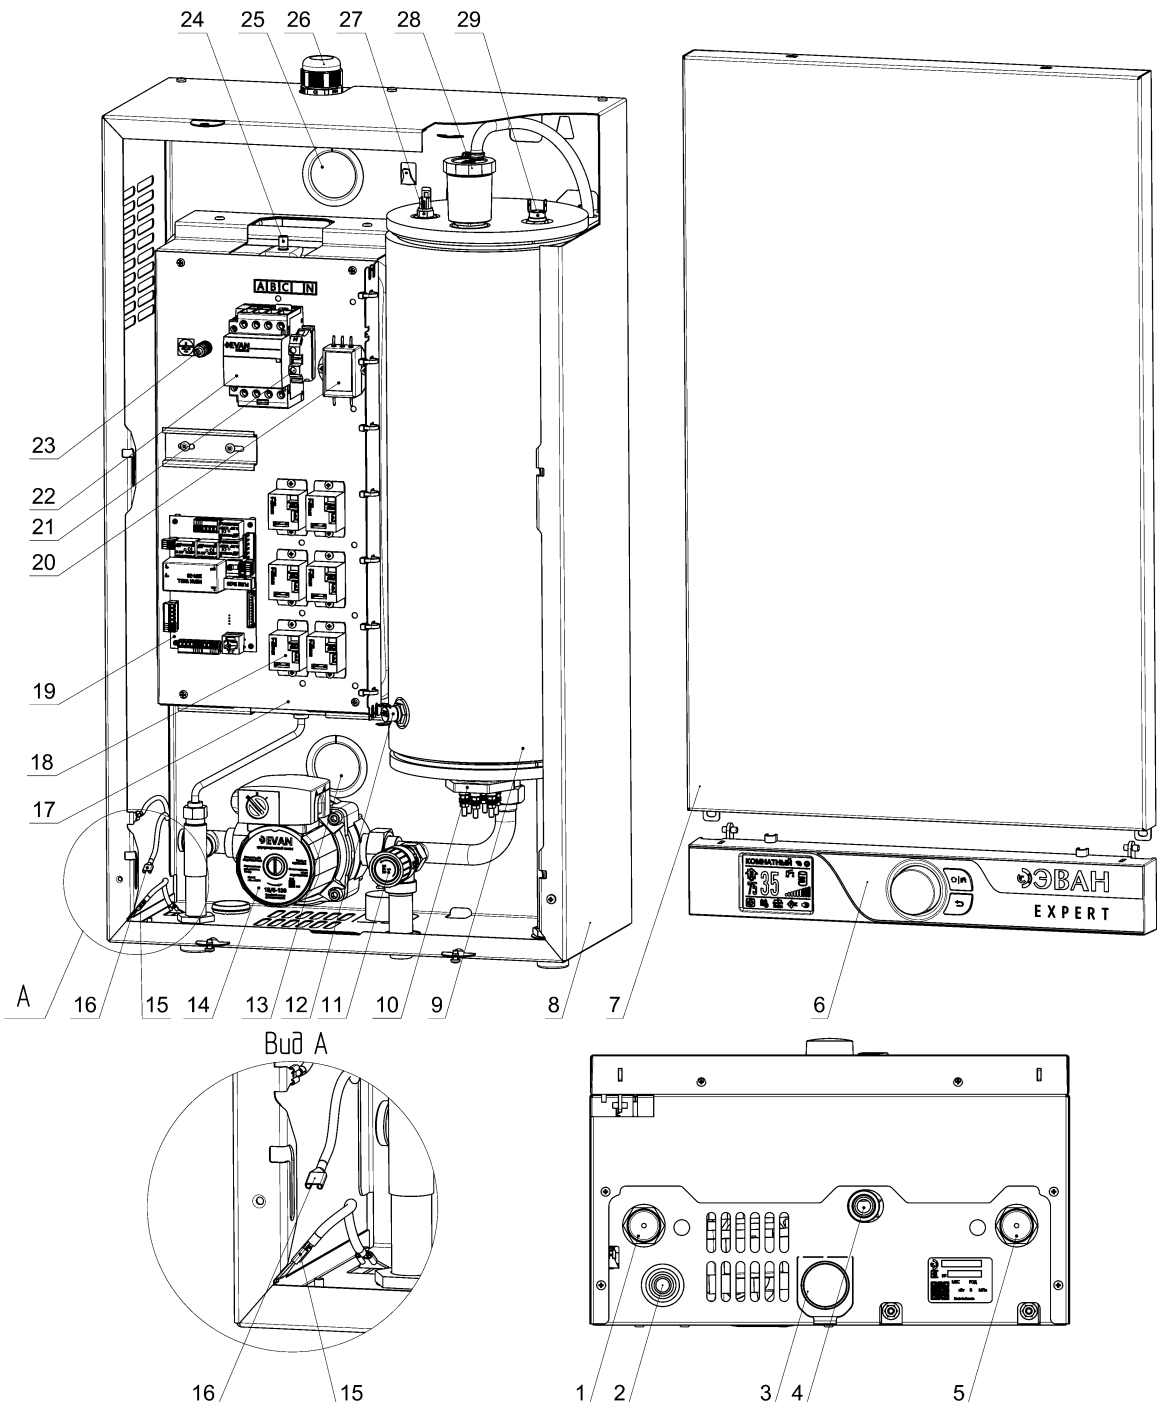
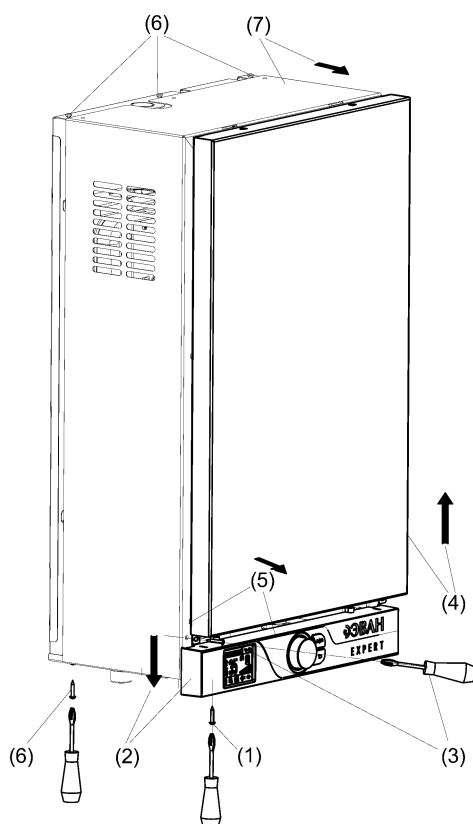

Рисунок 2. Общий вид котла
Рисунок 5.
(1) Проверьте прочность стены (вертикального основания) на которую планируется установка котла. При необходимости выполните усиление стены.
(2) Выполните разметку отверстий в стене под крепление закладной. Для удобства используйте разметочный шаблон. Закладная и разметочный шаблон входят в комплект поставки.
(3) Просверлите отверстия в основании, на которое планируется крепить закладную.
(4) Установите и закрепите закладную.
(5) Снимите лицевую панель (см. рис. 5).
(6) Установите котёл на закладную.
(7) Выполните подвод электрокабелей к отверстиям для электромонтажа в корпусе котла, подробная информация и требования к электромонтажу приведены в разделе 6.
(8) Установите лицевую панель на штатное место (см. рис. 5).
5.2.1 Присоедините к патрубку подачи (рис.2, поз.5) трубопровод подачи теплоносителя. Наружная резьба патрубка подачи G 3/4.
5.2.2 Присоедините к патрубку возврата (рис.2, поз.1) трубопровод возврата теплоносителя. Наружная резьба патрубка возврата G 3/4.
- (1) Выверните два винта с нижнего торца блока управления (см. рис. 5).
- (2) Сместите блок управления вниз (примерно на 20 мм).
- (3) Выверните два винта с нижней части панели лицевой.
- (4) Поднимите панель лицевую вверх и уберите в безопасное место.
**Перед установкой панели лицевой необходимо выполнить её заземление: соединить провод заземления (рис.2, поз.16) с предусмотренным на панели лицевой разъёмом.**
- (5) Установка панели на штатное место производится в обратном порядке.
Для снятия кожуха при выполнении технического обслуживания и ремонтных работ, выполните дополнительные действия (см. рис. 5):
- (6) Аккуратно извлеките блок управления из штатного места установки, отсоедините коммутационный шнур от блока управления, уберите блок управления в безопасное место;
- (7) Выверните четыре винта с нижнего торца и три винта с верхнего торца кожуха котла.
- (8) Отсоедините провод заземления от кожуха котла (рис.2 поз.15), “лепесток” провода заземления расположен в левом нижнем углу кожуха котла.
- (9) Выдвиньте кожух котла на себя и уберите в сторону.
- (10) Установка кожуха и блока управления производится в обратном порядке.